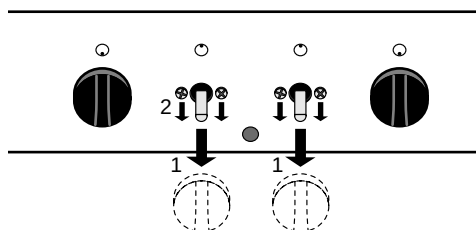

fig. 8
1. Verwijder de middelste bedieningsknoppen van het dashboard door ze naar u toe te trekken (zie fig. 8, 1).
2. Verwijder de schroeven (zie fig. 8, 2) om de cardanhouders en bevestigingsplaat te demonteren.